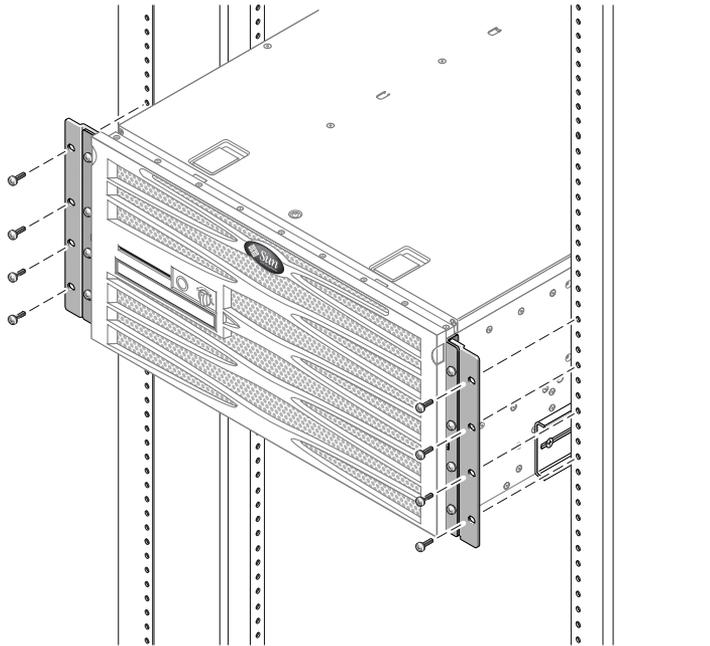

図 3-21 ラックへの 600 mm アジャスタ正面固定部品の取り付け
9. 各側面でねじを 4 本ずつ使用して、600 mm アジャスタ正面固定部品をラックの正面に固定します (図 3-21)。